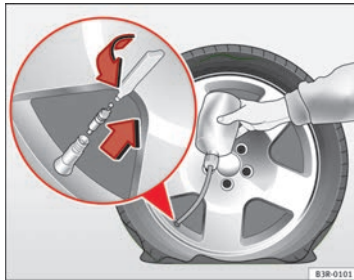

Abb. 201 Reparatur durchführen
- Die Reifenventilkappe abnehmen und den Ventileinsatz mit dem beiliegenden Werkzeug herausschrauben ⇒ Abb. 201.